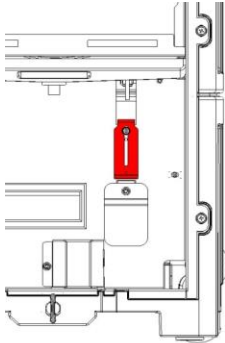

Abb. 5: Abdeckblech mit Wasserauffangbehälter
2. Entnehmen Sie den Wasserauffangbehälter. Das Abdeckblech dahinter ist nicht vor der Aussparung (Abb. 5).